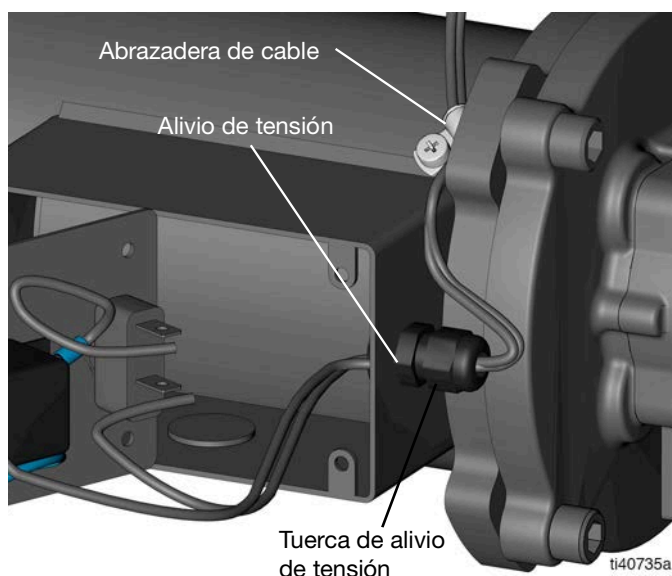

FIG. 31
10. Desenrosque la tuerca de alivio de tensión (FIG. 31).
11. Saque los cables del interruptor de presión de la caja de terminales por el elemento de alivio de tensión (FIG. 31).
7. Pase los cables del interruptor de presión por la abrazadera e por la caja de terminales a través del elemento de alivio de tensión (consulte la FIG. 31).
9. Gire la tuerca de alivio de tensión con una llave hasta que esté apretada (consulte FIG. 31).